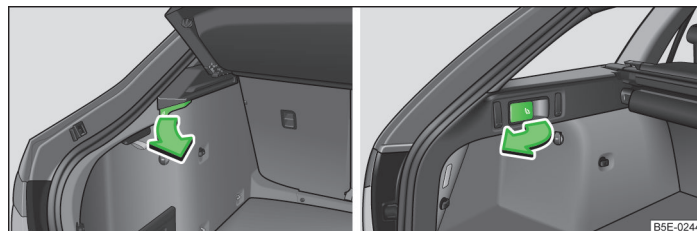

Fig. 56 Bagagliaio: ribaltamento dello schienale dei sedili posteriori Octavia / Octavia Combi
- Tirare la rispettiva leva nella direzione indicata dalla freccia » fig. 56.